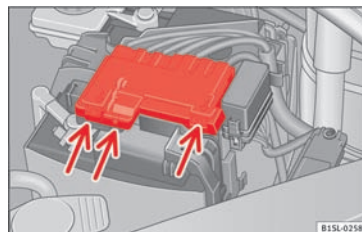

Fig. 113 I motorrummet: Sådan tages afdækningen til bilens batteri af.
- Tryk tapperne » **Fig. 113** (pile) i pilens retning, og tag batteriafdækningen opad og af. »